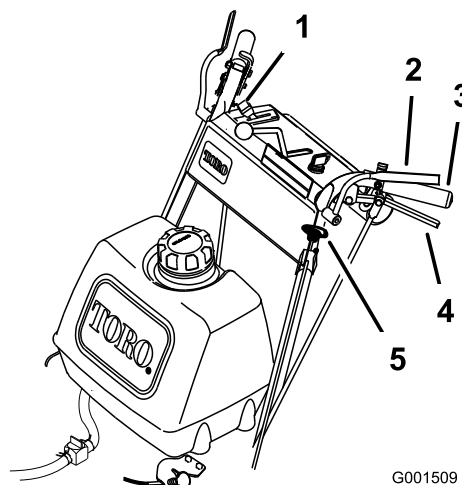

Figura 13
1. Para engranar las cuchillas, apriete las palancas de Control de Presencia del Operador (CPO) contra las empuñaduras de los manillares (Figura 13).
1. Empuje hacia abajo el mando de control de las cuchillas (PTO) a la posición de desconectado (Figura 13).
2. Si suelta las palancas de Control de Presencia del Operador (CPO), se parará el motor y se detendrán las cuchillas (Figura 13) con la palanca de control de las cuchillas engranada.